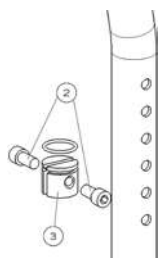

Fig. 19b
- Rimuovete le viti (2) (Fig. 19b).
- Fate scorrere il dado dowel dentro il tubo del bracciolo con un cacciavite fino all'altezza desiderata (3).
- Installate di nuovo le viti (2)